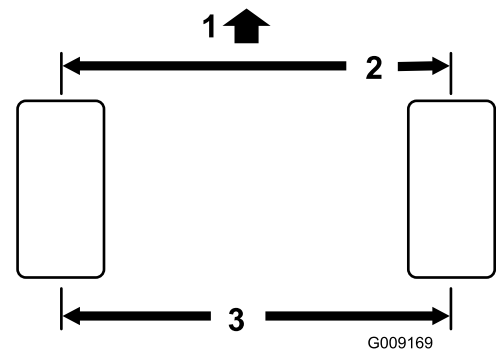

Figure 68
2. Mesurez l'entraxe (à hauteur d'essieu) à l'avant et à l'arrière des roues directrices (**Figure 68**).